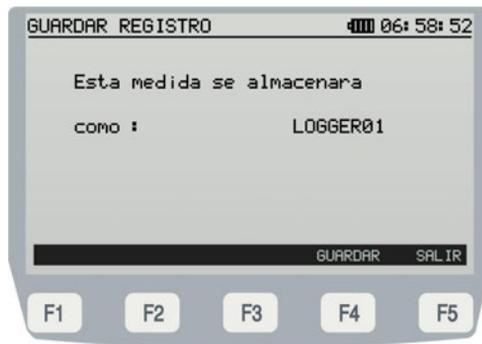

Figura 19.-
- F4 GUARDAR:** Almacena las medidas en un registro (figura 19.-).